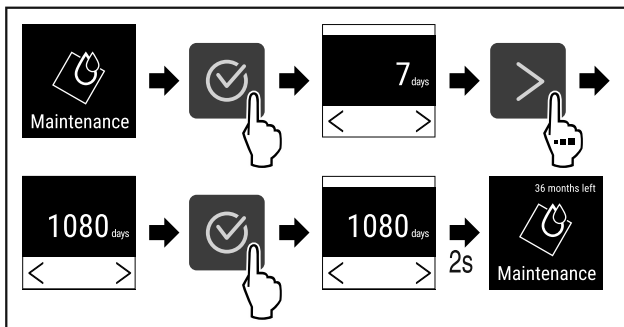

Fig. 75
- ▶ Stappen (zie Fig. 75) uitvoeren.